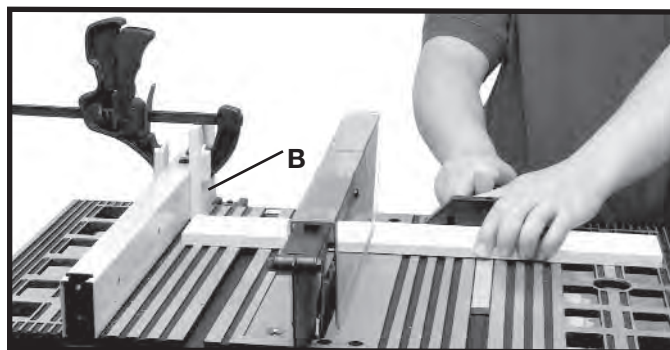

Fig. 39B
Ao executar um corte transversal em um certo número de peças no mesmo comprimento, um bloco de madeira (B) - Fig. 39B - pode ser preso à guia de corte e usado como regulador de corte, como mostra a Fig. 39B. É importante que bloco de madeira esteja sempre posicionado à frente da lâmina de serra conforme demonstrado. Uma vez que o comprimento do corte tenha sido determinado, prenda a guia de corte e use o graminho para introduzir a peça para o corte. Esse bloco de madeira permite que a parte cortada se mova livremente na superfície da bancada, sem se prender entre a guia de corte e a lâmina de serra, dessa forma diminuindo a possibilidade de retrocesso e lesão do operador.
⚠️ CUIDADO **AO USAR O BLOCO (B) FIG. 39B COMO REGULADOR DE CORTE, É MUITO IMPORTANTE QUE A EXTREMIDADE TRASEIRA ESTEJA POSICIONADA PARA QUE A PEÇA DE TRABALHO NÃO TOQUE O BLOCO ANTES DE TOCAR A LÂMINA.**